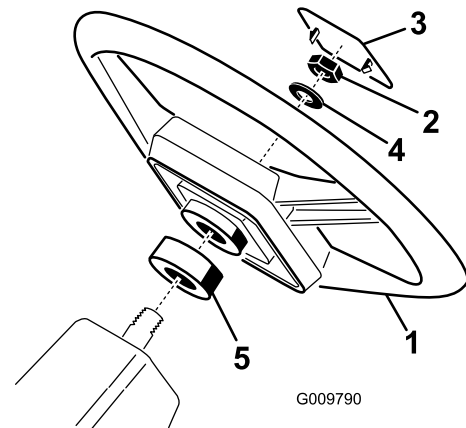

Bild 6
1. Nehmen Sie die Sicherungsmutter von der Lenkwelle ab. Schieben Sie die Schaumabdichtung, das Lenkrad und die Scheibe auf die Lenkwelle (Bild 6).